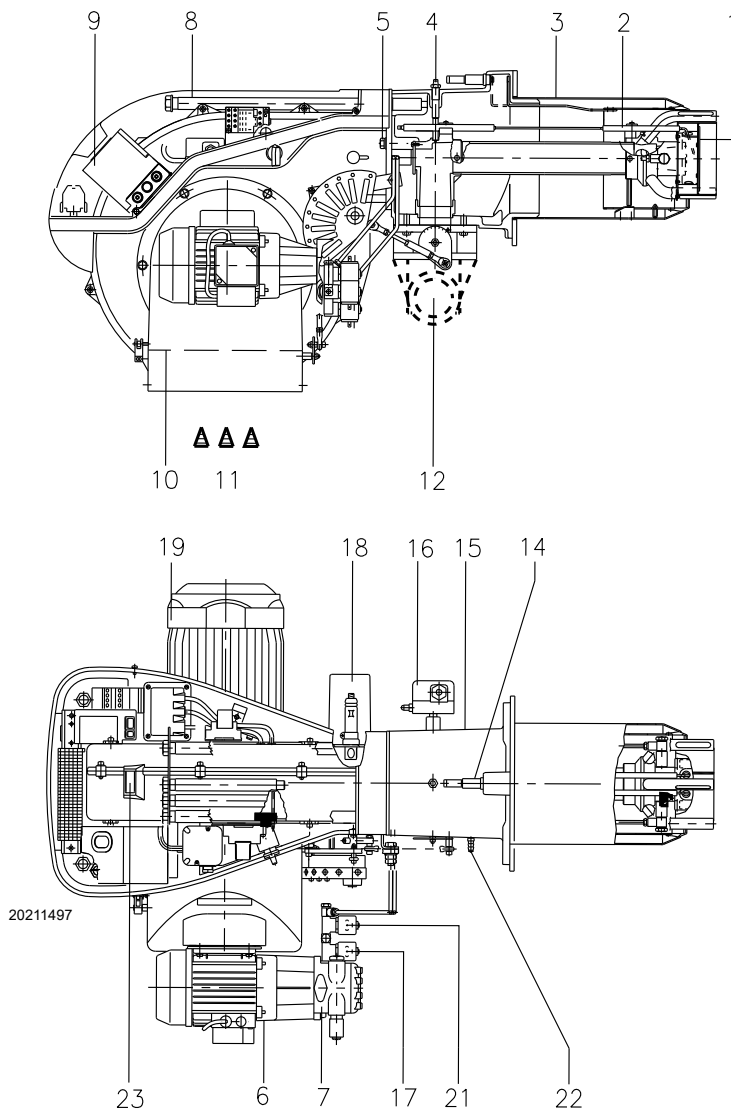

Fig. 5
- **Blocco controllo fiamma:** l'accensione del pulsante del controllo fiamma 9)(Fig. 5 a pag. 10) avverte che il bruciatore è in blocco. Per sbloccare premere il pulsante.